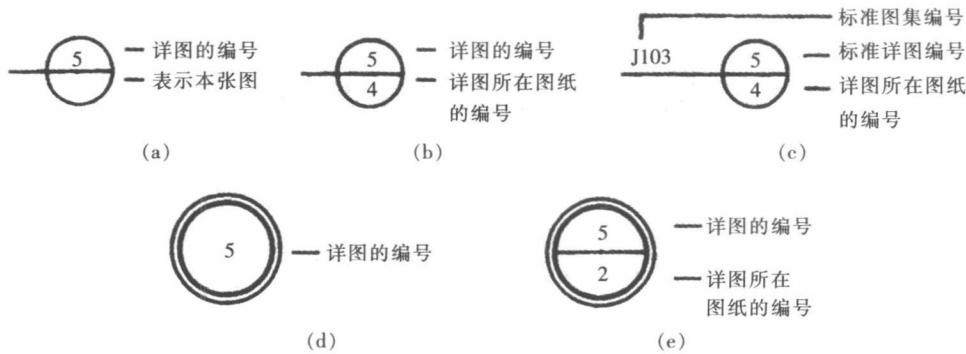

图 1-1 详图索引标志和详图标志
(1) 所索引的图在本张图上时，表示方法见图 1-1(a)；所索引的详图不在本张图上时，表示方法见图 1-1(b)；索引的图纸采用标准详图时，须在中间横线左上方写上标准图代号，如图 1-1(c)所示，即查阅该 J103 标准图集的第 4 号图中的第 5 号详图。
(2) 详图的本身标志，采用双圆圈表示，外细内粗，外径 16 mm，内径 14 mm，如图 1-1(d)、(e)所示，其中(d)为在本图纸上。